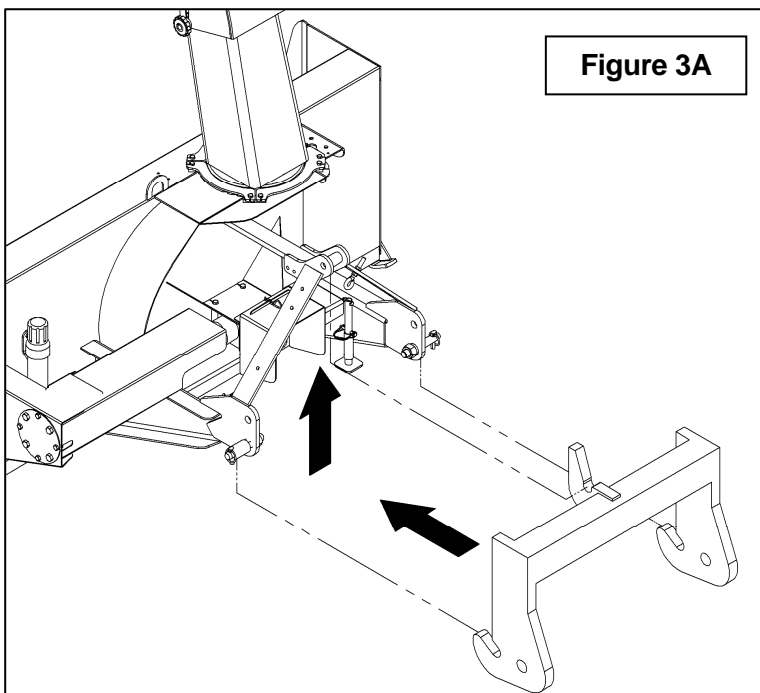

Figure 3A
7. **Figure 3A:** S'assurer que les loquets de l'attache rapide sont bien fermés. Descendre le 3 points pour que les crochets de l'attache rapide soient plus bas que les goupilles d'attache sur la souffleuse. Reculer le tracteur lentement jusqu'à ce que les crochets soient en dessous des goupilles d'attache de la souffleuse. Relever ensuite le 3 points jusqu'à ce que les loquets de l'attache rapide se referment sur les goupilles d'attache de la souffleuse pour verrouiller le système.